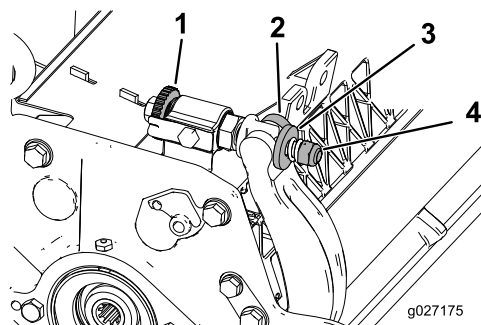

图24
1. 逆时针旋转底刀架调节螺丝，将底刀后撤离滚刀（图24）。
2. 退出弹簧加压螺母，直到垫圈不再对底刀架（图24）施压。